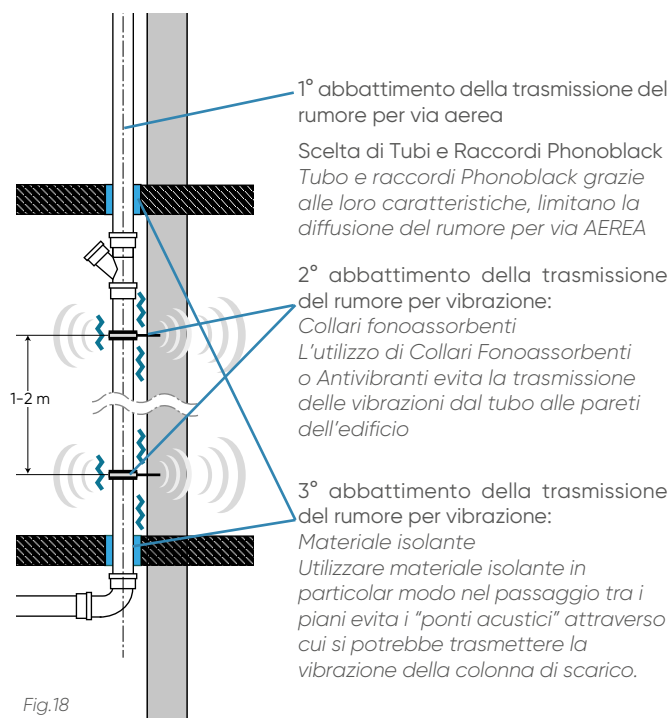

Fig.18
- Utilizzare collari insonorizzati (distanza consigliata 1 - 2 m) come in Fig.18